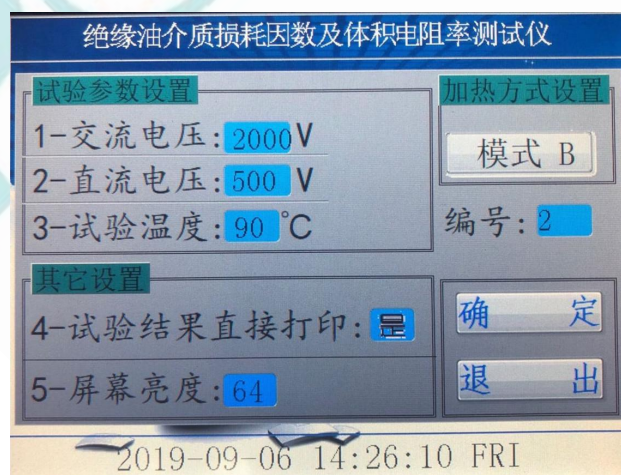
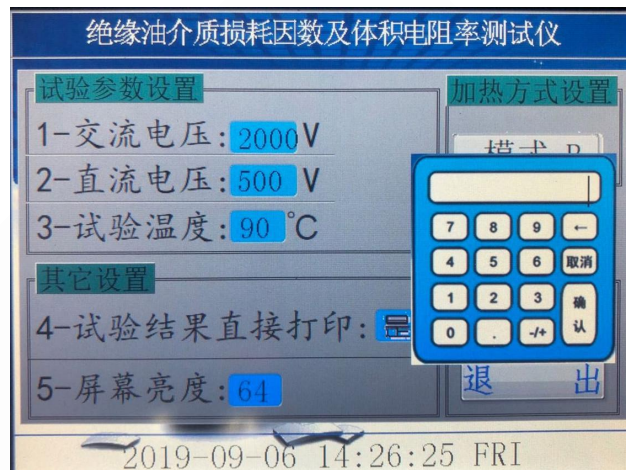

图 4
图 5
3、在图 3 界面下，按**试验条件**键，设备进入下一级菜单如图 4；图 4 中的加热方式设置分为**模式 A**和**模式 B**。**模式 A**为快速加热测试，温度升到 90℃后立即测试；**模式 B**是精密加热测试，升温到 90℃后会持续加热，然后回落到 90℃，让油杯受热更加均匀，测试温度更准确。**编号**可以对油样进行油样编号，测试结果中更容易查找被测油样。
4、在图 4 界面中，可以分别对试验参数进行设置，图中是设备的默认参数，如需改动，只要点击需要改动的参数，就会自动弹出一个键盘，如图 5，